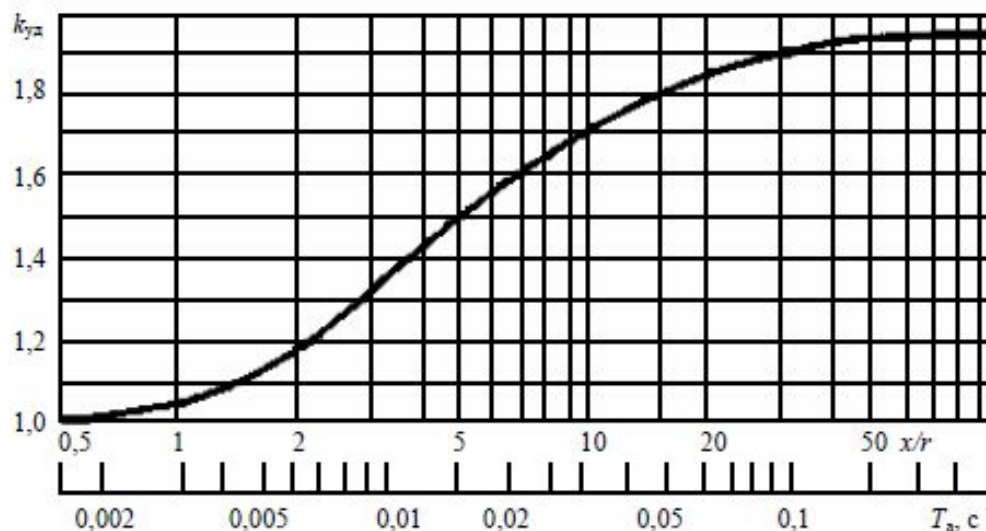

Рис. 5.3. Зависимость ударного коэффициента $K_{уд}$ от постоянной времени $T_a = x/r$
9. Определяем ударный ток, кА, в точке К1. Находим ударный коэффициент по кривой (рис. 5.3) в зависимости от отношения x_{Σ}/r_{Σ} :
КЗ в удаленных от генератора точках ударный коэффициент определяют по кривой зависимости $K_{уд} = f(T_a)$ (рис. 5.3).